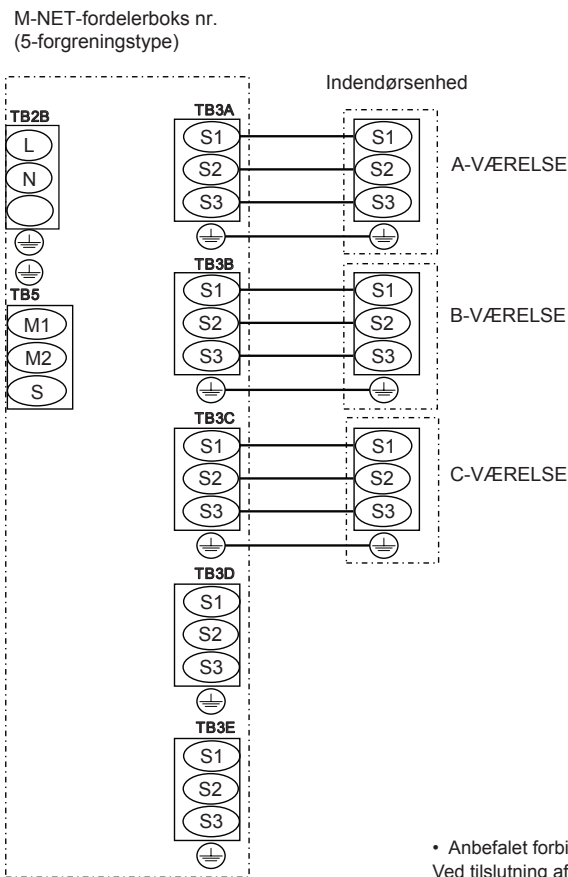

Fig. 8-9
8.2. Procedure for ekstern ledningsføring (Fig. 8-8, Fig 8-9)
■ Strømforsyning fra udendørsenhed Ved installation af enheden i et almindeligt hus. (Se Bemærkning ③)